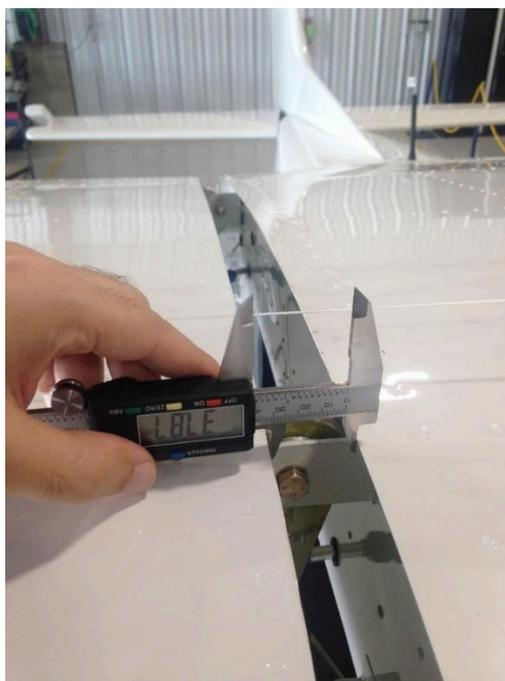

Figura 2.1.5. Espaço entre a fuselagem e as asas.
**Envergadura e varredura da asa:** A envergadura e a varredura da asa são verificadas medindo-se a folga entre a raiz da asa e a borda externa da fuselagem. Certifique-se de medir a folga ao longo da corda da asa. Veja a figura 2.1.5 abaixo.